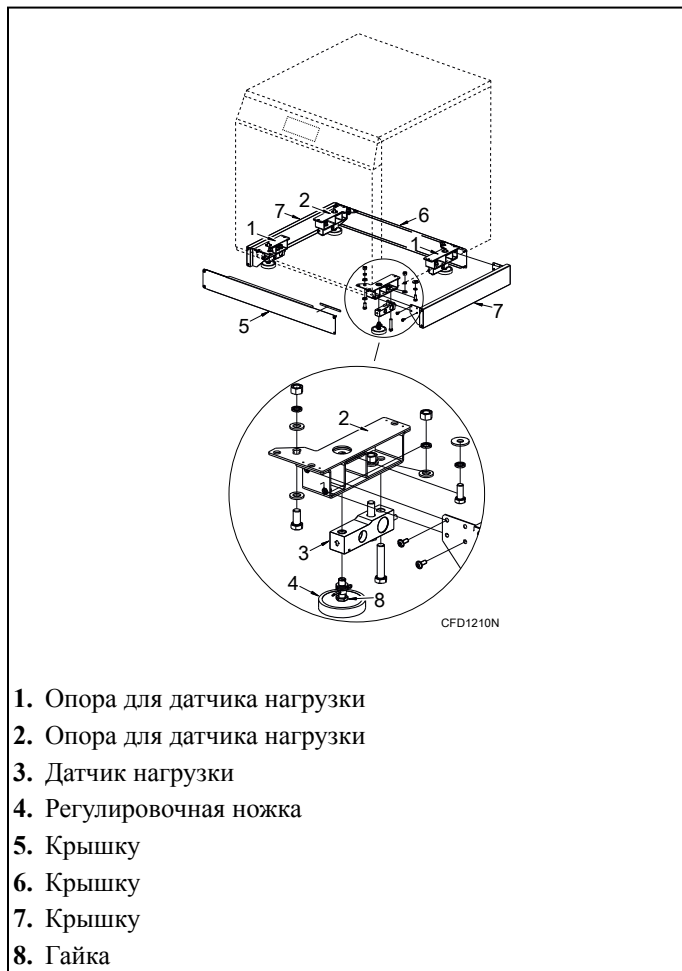

Рис. 15
2. Установите на раме машины две левые и две правые опоры для датчиков нагрузки. См. Рис. 15.
11. Установите крышки. См. Рис. 15.